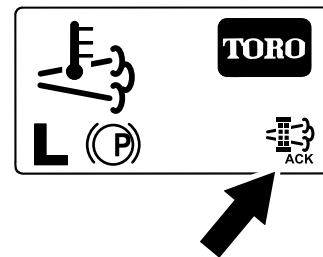

Figura 56
8. El InfoCenter muestra la pantalla de inicio y aparece el icono de Regeneración aceptada (Figura 56) en la esquina inferior derecha de la pantalla mientras se realiza la regeneración.